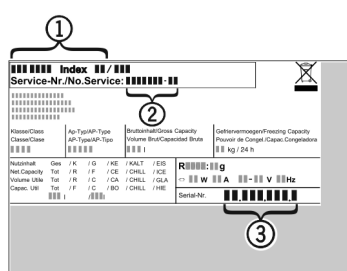

Fig. 17
- ▶ Gerätebezeichnung Fig. 17 (1), Service-Nr. Fig. 17 (2) und Serial-Nr. Fig. 17 (3) vom Typenschild ablesen. Das Typenschild befindet sich an der linken Geräteinnenseite.
- ▶ Den Kundendienst benachrichtigen und den Fehler, Gerätebezeichnung Fig. 17 (1), Service-Nr. Fig. 17 (2) und Serial-Nr. Fig. 17 (3) mitteilen.